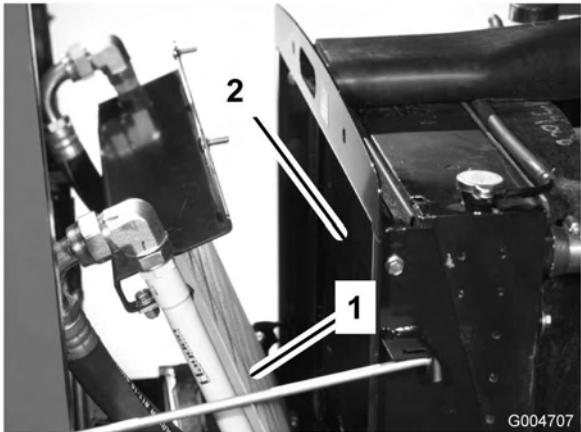

Figura 62
3. Girate indietro il radiatore dell'olio. Pulite accuratamente entrambi i lati dell'area del refrigeratore dell'olio e del radiatore utilizzando aria compressa (Figura 62). Iniziate dal lato della ventola e fate uscire i detriti verso la parte posteriore. Successivamente eseguite la pulizia partendo dalla parte posteriore e soffiando l'aria verso la parte anteriore. Ripetete la procedura più volte fino a rimuovere completamente sporcizia e detriti.